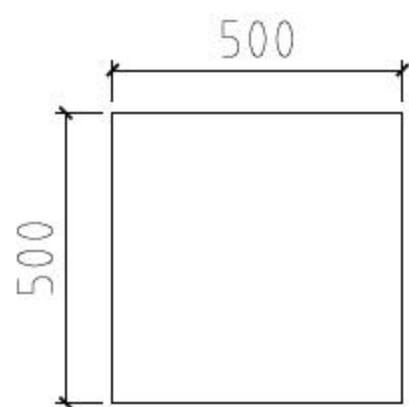

图8-130 绘制正方形
**01** 调用REC【矩形】命令，绘制尺寸为500×500的正方形，结果如图8-130所示。